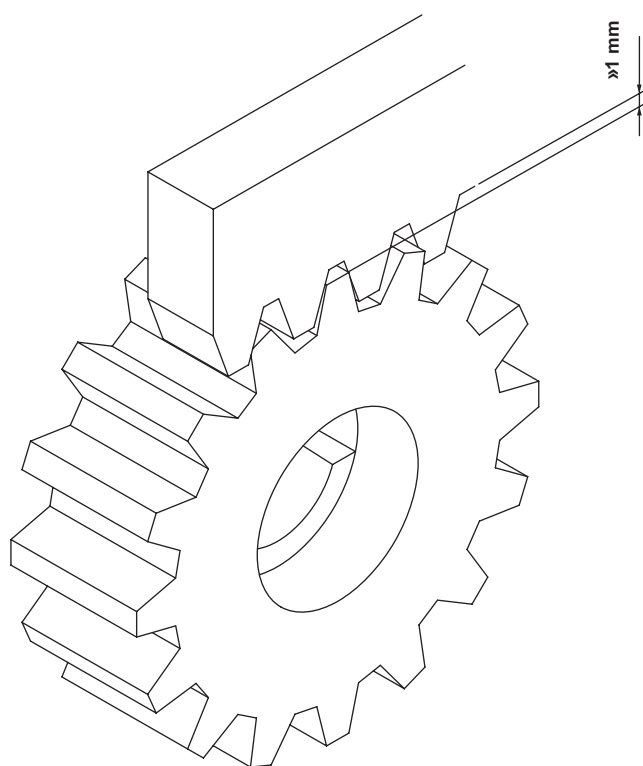

Рис. 3
4.4 Закрепить зубчатую рейку винтами V, сохраняя зазор между зубьями рейки и шестерни установленного привода около 1 мм по всей длине рейки (см. Рис. 3); регулируя положения крепежных отверстий на стальной рейке / ушках нейлоновой рейки.
Снять картер, отвернув винты V. Позиционировать привод с шестерней относительно зубчатой рейки, при необходимости регулируя винтами G, для соблюдения горизонтальности привода и зазора между зубчатой рейкой и зубчатой шестерней (в соответствии с Рис. 3).